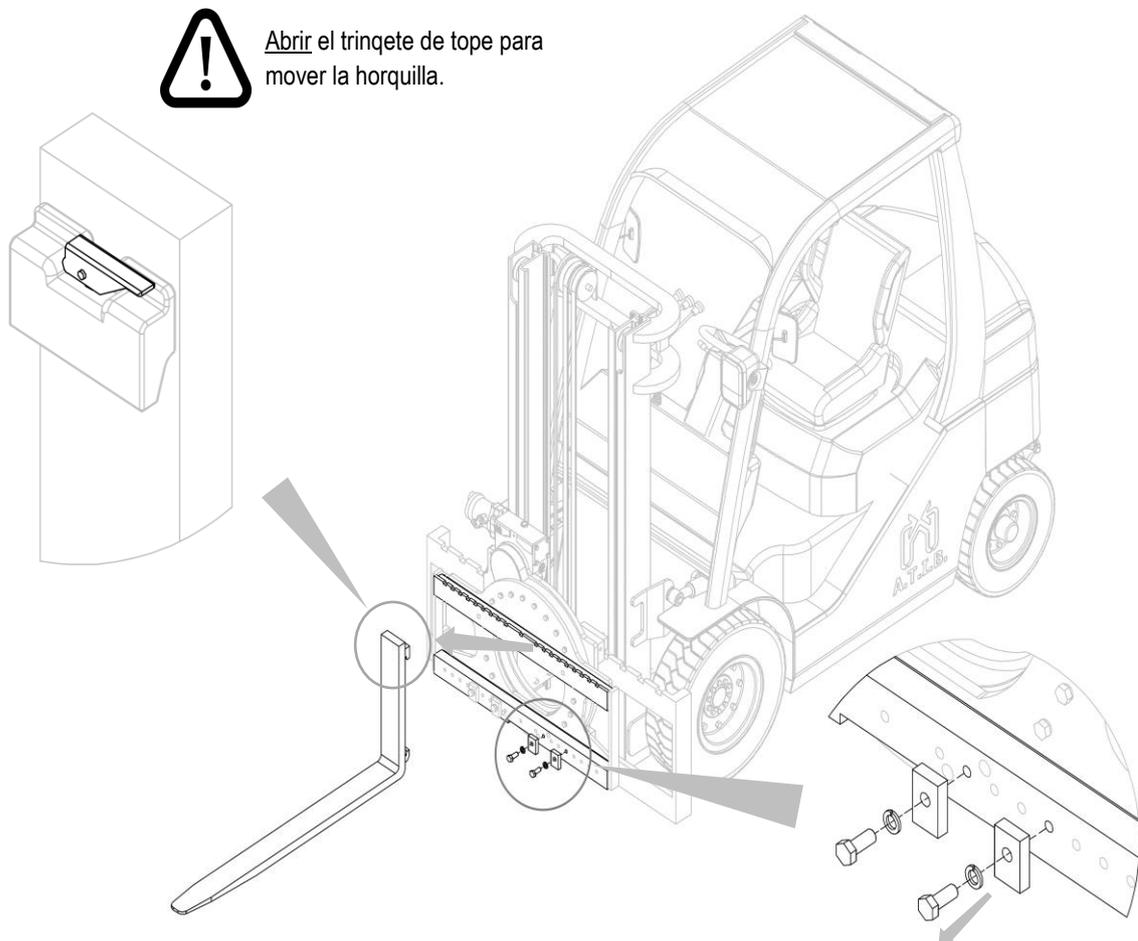

Figura 25
2. Retire las horquillas después de desenroscar los tope y abrir el trinquete de tope de la horquilla (mira *Figura 25*).